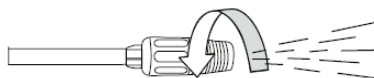

рис. 3
7.2 Настройка насадки распылителя (рис.3)